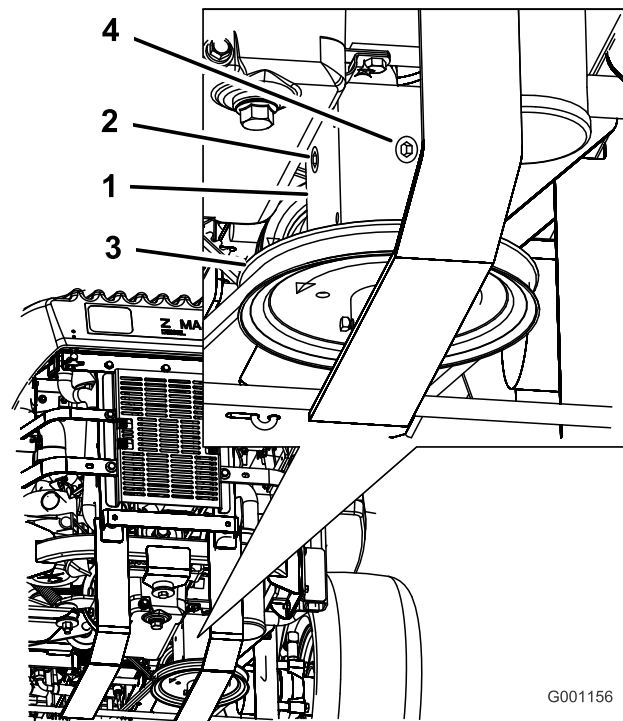

Figura 56
4. Retire el tapón lateral o trasero de la caja de engranajes. (Figura 56).